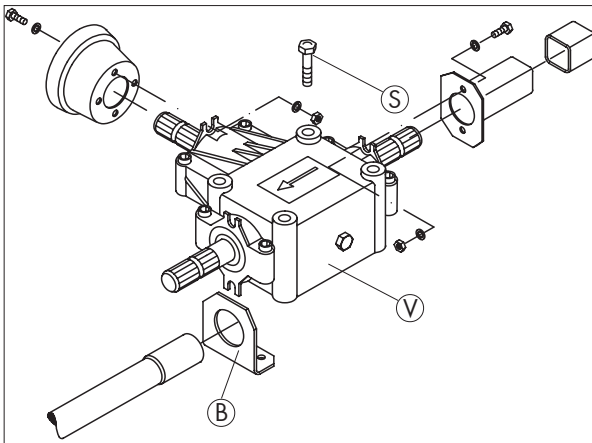

Fig. 3-22
Fixer la transmission de prise de force (V) avec quatre boulons (S) en dessous du support latéral. Pendant cette opération, il faut fixer le support du tube de protection (B) sur la transmission avant en utilisant des vis (fig. 3-22). Au niveau de la transmission de prise de force arrière, l'extrémité de l'arbre est recouverte. Utiliser le contenu du sac S pour ces travaux.